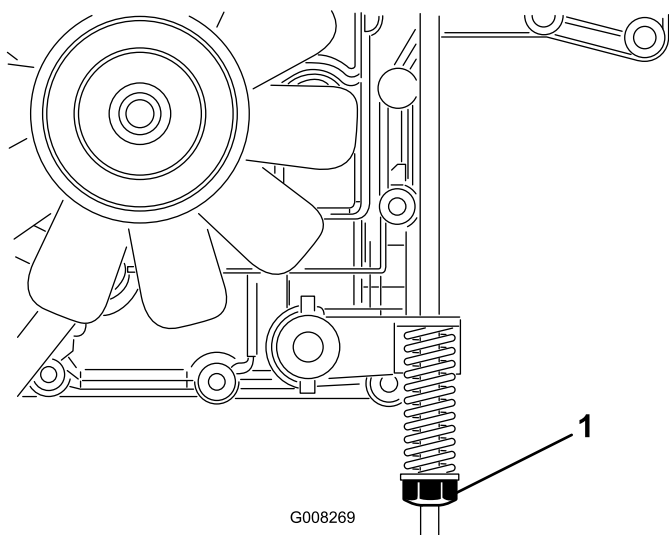

Figura 37
Il freno di stazionamento si trova sul lato destro del ponte posteriore, all'interno del pneumatico posteriore (Figura 37).
3. Girate in senso orario il dado di regolazione del freno, fin quando non riuscirete a spingere la macchina (Figura 37).